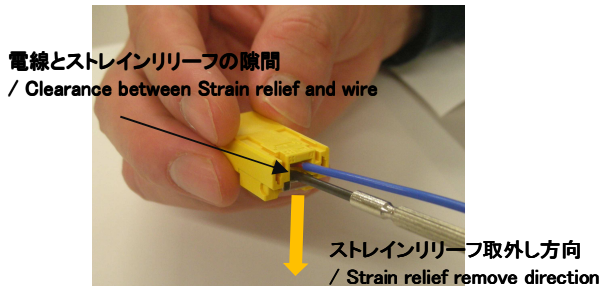

図 11/ Fig11
- ② ドライバを挿入したまま、ストレインリリーフが外れる方向にドライバーを動かします。
- ③ 反対側のコネクタスリットも同様に作業し、ストレインリリーフの取外し完了です。
- ④ ③までの作業で、外れない場合は、電線とストレインリリーフの隙間にドライバーを挿入し、ストレインリリーフが外れる方向にドライバーを動かして取外して下さい。(図 11)
- ② Move screwdriver to the strain relief remove direction.
- ③ Do the same operation at opposite connector slit. The remove completed.
- ④ If strain relief is not removed by operation 1-3. Insert screwdriver to clearance between strain relief and wire. And remove strain relief by moving screwdriver to strain relief remove direction. (Fig.11)